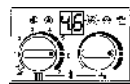

Рис. 44
– После освобождения, сервисклавиша высвечивает в течение 5 секунд, напр., "4.6.", после этого "00." или "01." и клавиша светится, рис. 44.